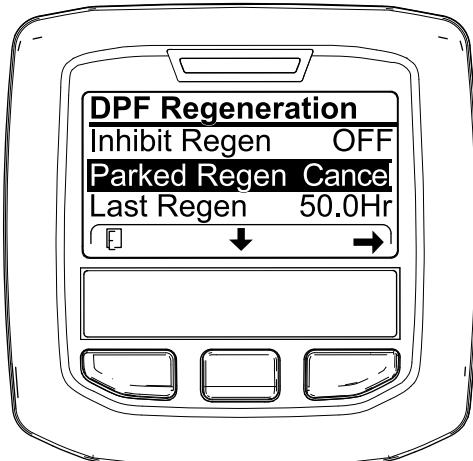
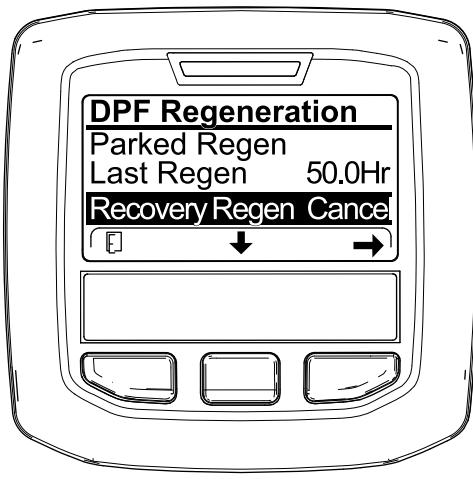

Рисунок 62
Рисунок 63
- Перейдите к меню регенерации DPF (Рисунок 62).
- Нажмите среднюю кнопку, чтобы перейти вниз к опции PARKED REGEN CANCEL (Отмена стационарной регенерации) (Рисунок 62) или к опции RECOVERY REGEN CANCEL (Отмена восстановительной регенерации) (Рисунок 63).
- Нажмите правую кнопку для выбора опции Regen Cancel (Отмена регенерации) (Рисунок 62 или Рисунок 63).